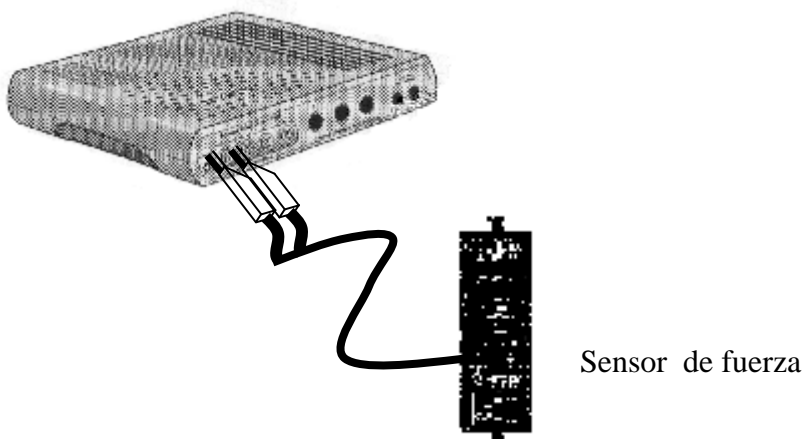

Figura 1
2. Montar el sistema mostrado en la figura 1.